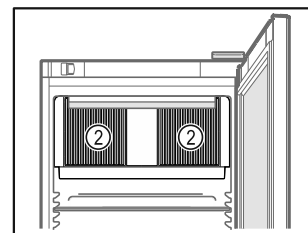

Fig. 50
- Větrací otvory Fig. 50 (2) oběhového vzduchového čerpadla ve vnitřním prostoru udržujte volné.